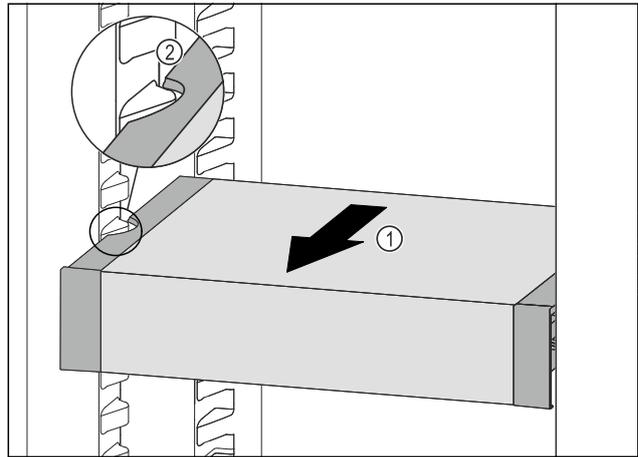

Fig. 98
- Tire del VarioSafe hacia delante Fig. 98 (1) hasta que los huecos laterales del VarioSafe se encuentren a la altura de la nervadura del recipiente en el compartimento del frigorífico. Fig. 98 (2)